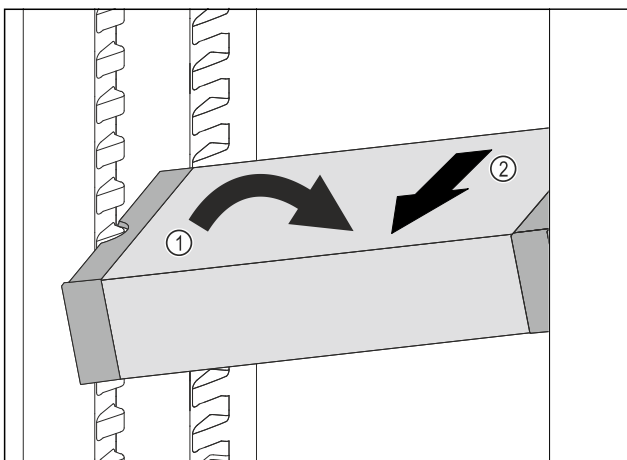

Fig. 97
- ▶ Расположите VarioSafe в холодильном отделении под наклоном. Fig. 97 (1)
- ▶ Извлеките VarioSafe движением вперед. Fig. 97 (2)